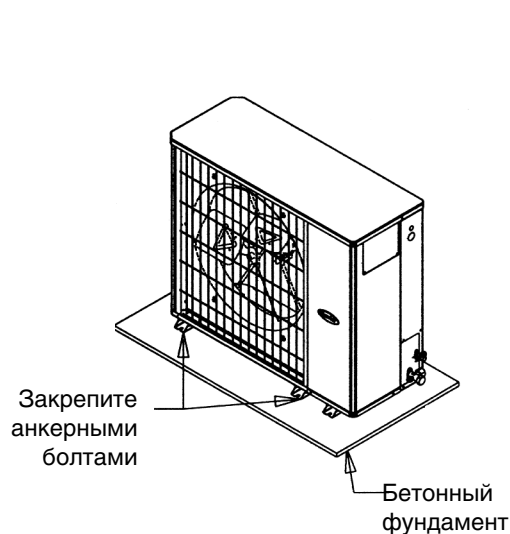

Рис. 3 – Крепление агрегата на горизонтальной поверхности
- 1) **Установка на земле:** установите агрегат на прочный горизонтальный бетонный фундамент. Если необходимо прикрепить блок к фундаменту, пропустите болты сквозь отверстия в ножках агрегата (рис. 3). Не ставьте блок непосредственно на землю.